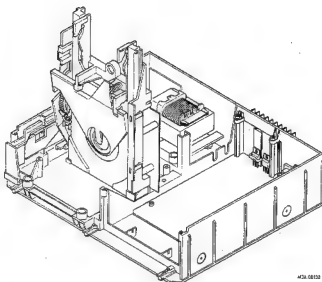

Fig. 3
SERVICEARBEITEN AM "SERVO + PRE-AMPL" PRINT (siehe Bild 3)
- Die Zusammenstellung mit Lademechanismus / CDM / "Servo + pre-ampl." Print lässt sich nun aus dem Rahmen herausnehmen und ist in den dafür vorgesehenen Servicestützen in dem Rahmen (siehe Bild 3) senkrecht anzuordnen.